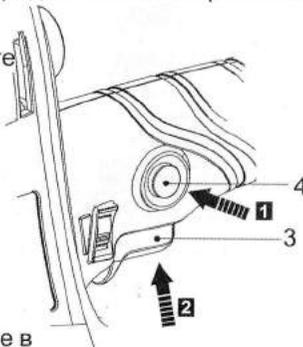

Рис. 11
- > Нажмите кнопку выключателя (4) и удерживайте в таком положении (Рис. 11, шаг 1).
- > Прижмите выключатель (3), чтобы включить изделие (Рис. 11, шаг 2). После этого можно отпустить кнопку выключателя (4).
- > Отпустите выключатель (3), чтобы выключить изделие.
- > Прижмите выключатель (3), чтобы включить изделие, и удерживайте в таком положении. Нажмите кнопку выключателя (4) снова, чтобы зафиксировать выключатель (3) для использования в продолжительном режиме.
- > Нажмите и отпустите выключатель (3), чтобы выключить изделие.